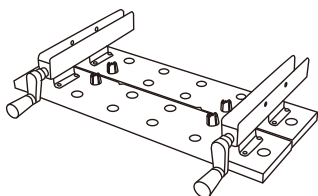

рис.1
- При помощи саморезов по дереву прикрепите опоры зажимной системы к панелям рабочего стола с внутренней стороны (см. рис.1)